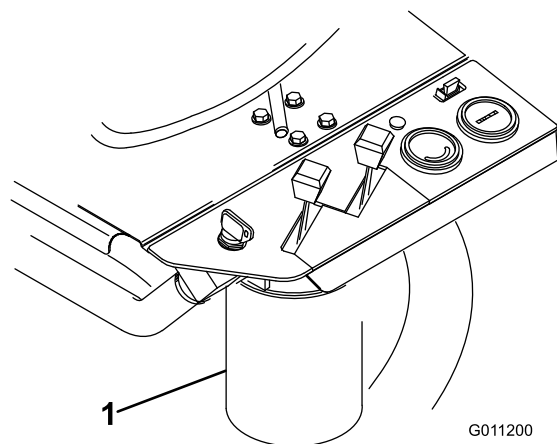

Bild 51
2. Reinigen Sie den Anbaubereich des Filters (Bild 51). Stellen Sie ein Auffanggefäß unter den Filter und entfernen den Filter.